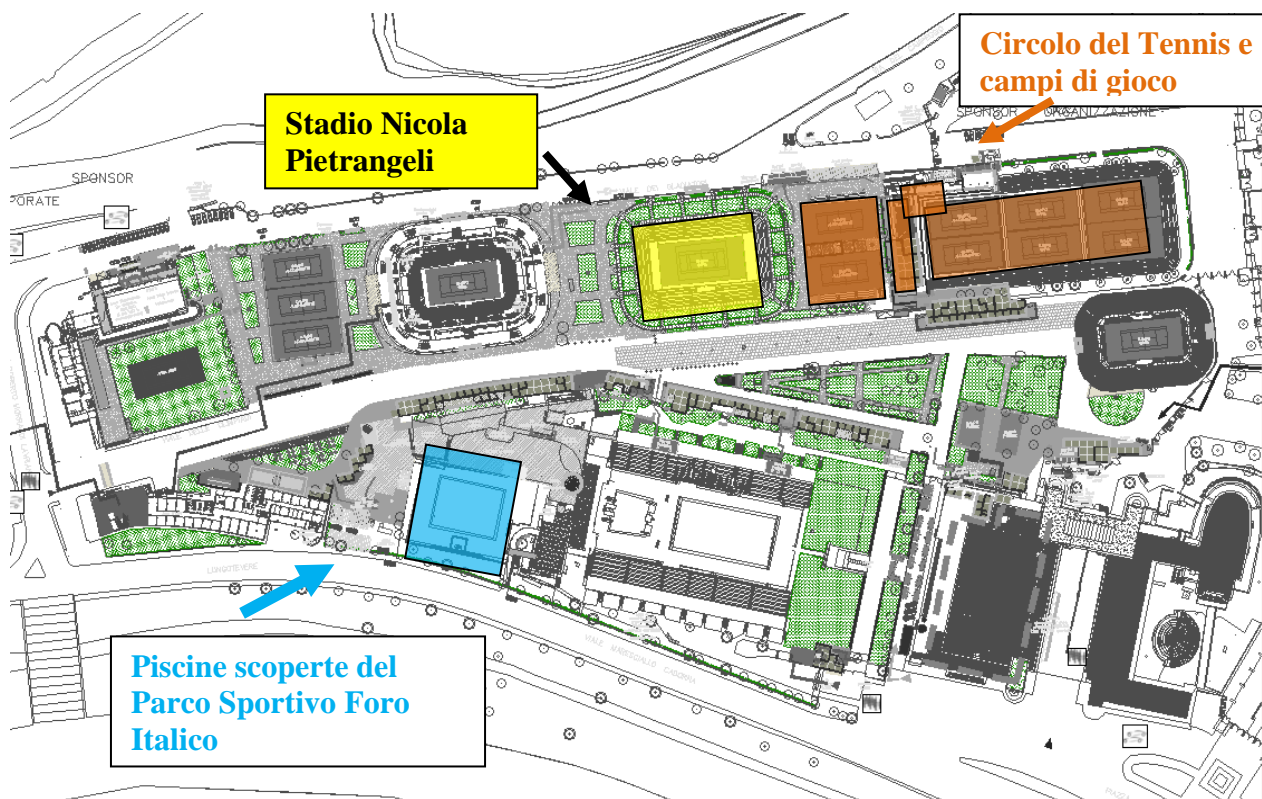

Fig.1
- Circolo propriamente detto, con i campi da tennis, 6 posizionati tra lo Stadio Olimpico e Circolo e 2 tra Circolo e Stadio Nicola Pietrangeli (riquadri marroni trasparenti di fig.1);
- Stadio Nicola Pietrangeli (riquadro giallo trasparente di fig.1);
- Piscine scoperte, con i relativi locali spogliatoi e zona ristorazione, ubicate all'inizio di Viale delle Olimpiadi, tra ex Ostello e piscine dello Stadio del Nuoto (riquadro azzurro trasparente di fig.1).
I campi di gioco de Parco Sportivo Foro Italico, come indicato in fig.1, sono tutti in terra battuta di cui 6 ubicati sul lato NORD (al di sotto del livello stradale) e 2 sul lato SUD (a livello stradale), nonché lo Stadio Nicola Pietrangeli oggetto del prossimo paragrafo; tutti questi campi presentano il loro asse principale orientato nella direzione NORD-SUD, in conformità al punto 7.1 della Delibera CONI n. 1379/2008.
Lo Stadio N. Pietrangeli (evidenziato in giallo in fig.1, trattasi di impianto all'aperto) è costituito da un campo in terra battuta e zona per gli spettatori costituita da una cavea a gradoni con capienza di circa 2600 persone.